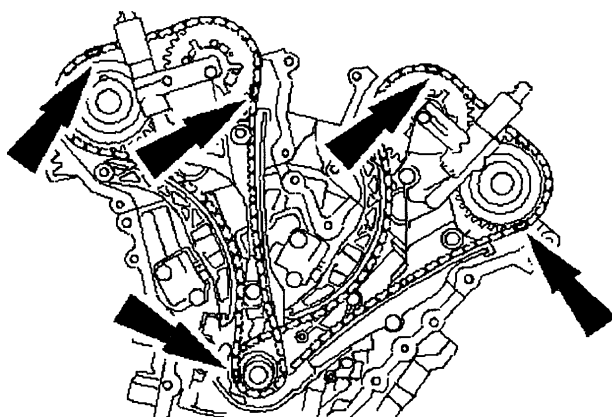

图 11-39 对齐正时标记
28) 确保右侧正时链条正时标记与凸轮轴链轮和曲轴链轮上的正时标记均保持对齐, 如图 11-39 所示。